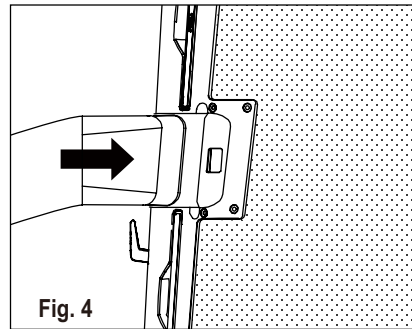

Fig. 4
2. Far scorrere l'adattatore A nel foro scambio dell'apparecchio come mostrato nella Fig. 4.